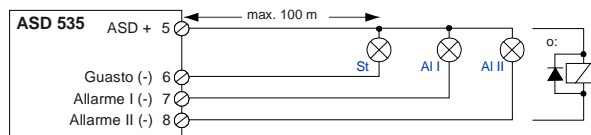

Fig. 27 Cablaggio delle uscite OC
- Se si collegano carichi induttivi (ad es. relè) bisogna installare un diodo di protezione direttamente in corrispondenza dell'utenza, **Fig. 27**.